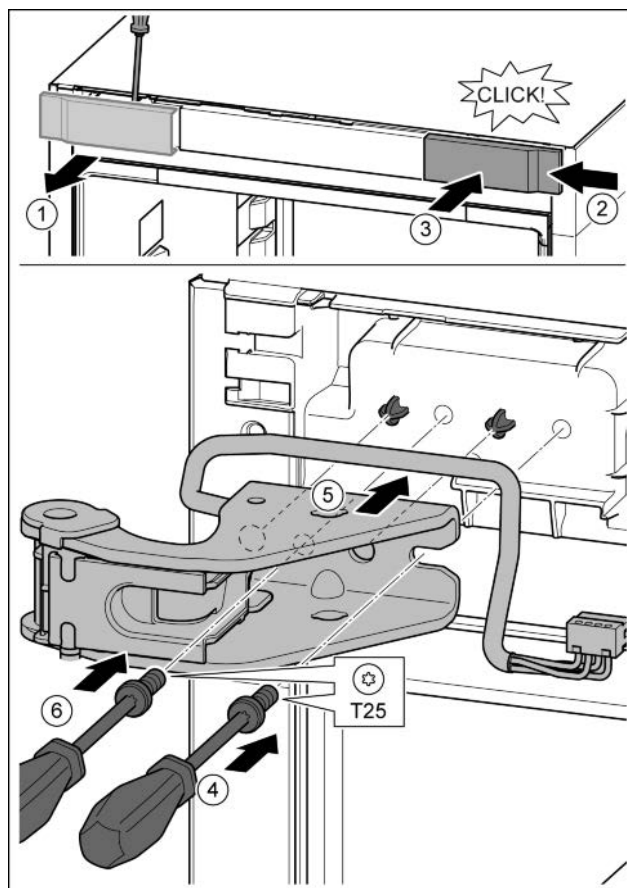

Fig. 26
- ▶ Крышку отсоединить с помощью отвертки и убрать в сторону. *Fig. 26 (1)*
- ▶ Навесить крышку, повернув ее на 180°, справа с другой стороны. *Fig. 26 (2)*
- ▶ Крышку зафиксировать. *Fig. 26 (3)*
- ▶ Установить винт отверткой T25. *Fig. 26 (4)*
- ▶ Установить верхний опорный кронштейн. *Fig. 26 (5)*
- ▶ Затянуть винт. *Fig. 26 (4)*
- ▶ Вставить и затянуть винт отверткой T25. *Fig. 26 (6)*